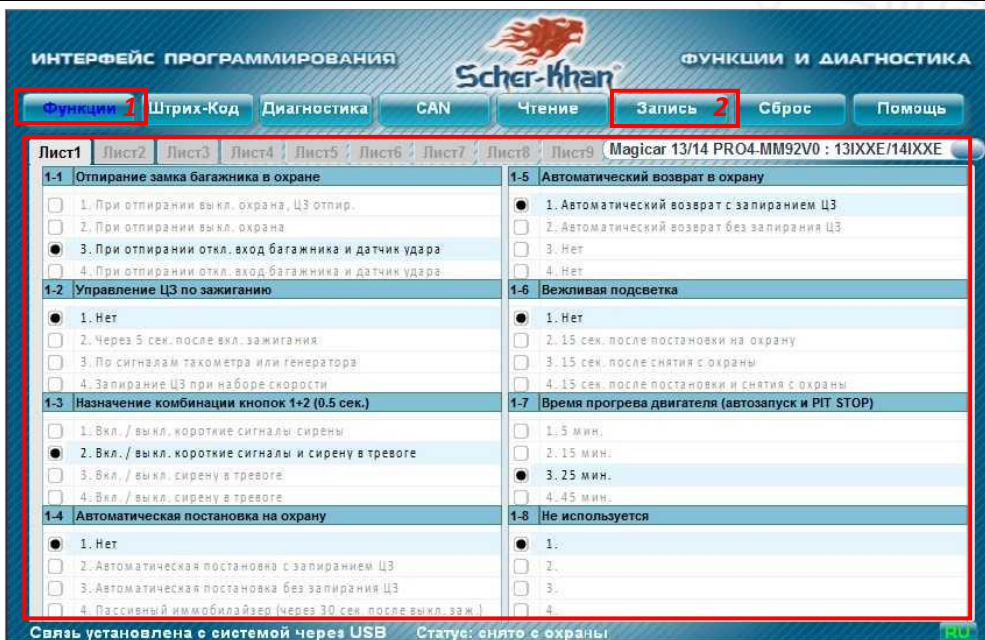

Рис. 7: OpWin - вкладка «Функции»
- запускаем ранее установленную программу «**OpWin**» (см. пункт 2.2.1.) (см. рис. 7)